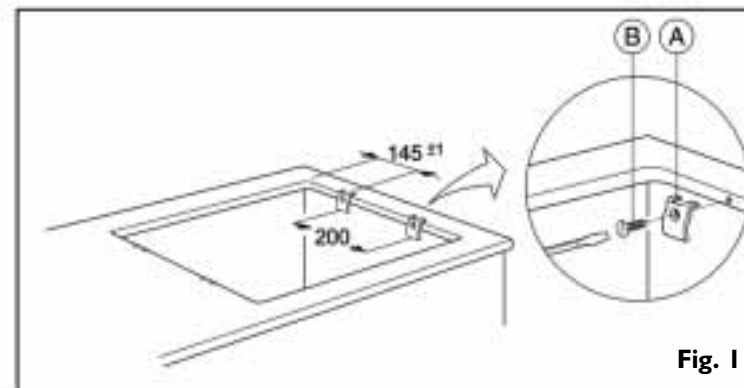

Fig. 1
1. Fixez les clips à ressort **(A)** (fig. 1) à l'aide des vis fournies **(B)** (fig. 1) comme illustré, en faisant attention aux distances indiquées.
- Insérez la table de cuisson dans le plan de travail (fig. 1).